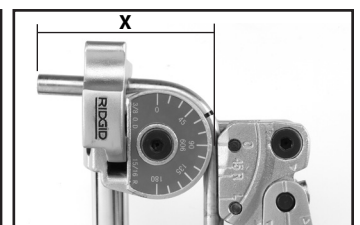

Рис. 7 – После гибки
• Когда метка на трубе будет правильно совмещена, переместите каретку так, чтобы линия "0" была совмещена с линией 90 градусов на форме. (См. рис. 7 и 9 – После гибки.)